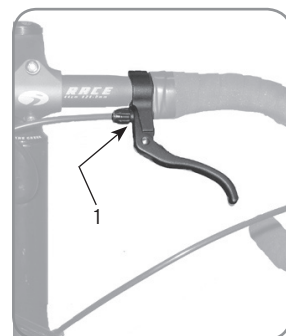

Figure 27. Levier de frein à mi-guidon
- Leviers de frein à mi-guidon (figure 27) : 2,3-3,3 N•m